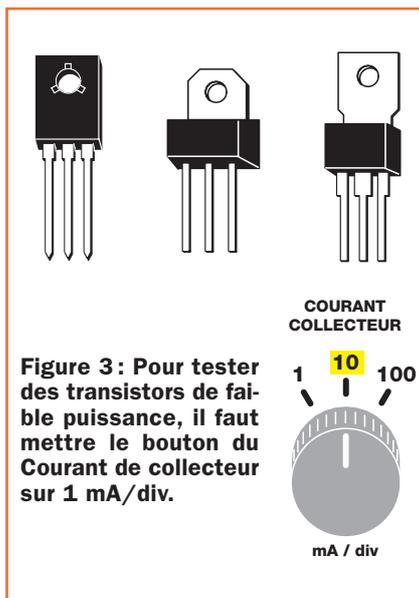

Figure 3: Pour tester des transistors de faible puissance, il faut mettre le bouton du Courant de collecteur sur 1 mA/div.
- faible puissance** (voir figure 3)
Figure 6 : Pour tester un quelconque transistor, vous devez disposer les boutons de commande du traceur de courbe dans ces positions. TR/FET sur TR, PNP/NPN sur la polarité du transistor que vous voulez contrôler, bouton du Courant de base sur 1 µA et bouton du Courant de collecteur sur la position indiquée par les figures 3, 4 et 5.